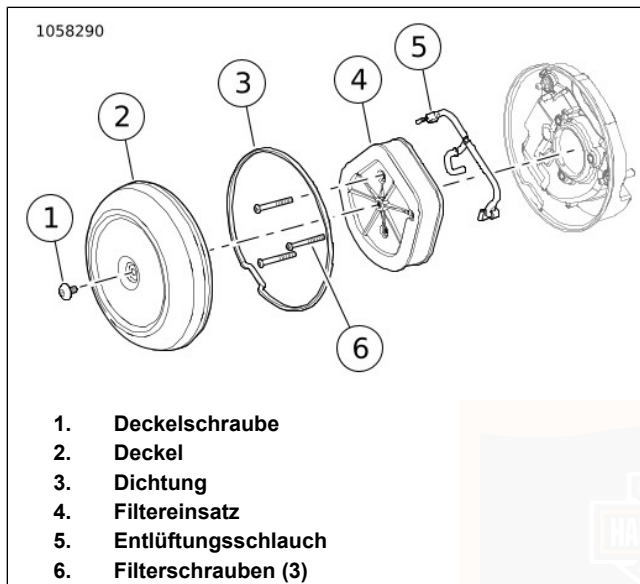
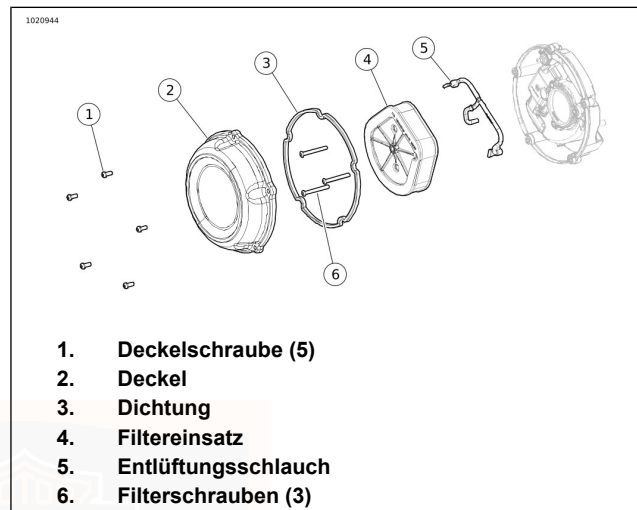

Abbildung 61. Luftfilter: Einzelne Schraube
Abbildung 62. Luftfilter: Fünf Schrauben
1. Siehe Abbildung 61 oder Abbildung 62. Den Luftfilterdeckel entfernen.
- a. Die Schrauben (1) entfernen.
- b. Die Abdeckung (2) entfernen.
- a. Die Schrauben (6) entfernen.
- b. Filtereinsatz (4) entfernen und dabei den Entlüftungsschlauch (5) aus dem Filtereinsatz ziehen.
3. Entlüftungsschlauch (5) von den Entlüftungsschrauben entfernen.
1. Siehe Abbildung 61 oder Abbildung 62. Den Luftfiltereinsatz anbringen.
- a. Den Entlüftungsschlauch (5) auf den Entlüftungsschrauben anbringen.
- b. Filtereinsatz (4) anbringen und dabei den Entlüftungsschlauch in den Filtereinsatz einführen.
- c. Die Schrauben (6) anbringen. Auf 5,4–8,1 N·m (48–72 **in-lbs**) anziehen.
2. Sicherstellen, dass die Gummidichtung (3) ordnungsgemäß angebracht und unbeschädigt ist. Bei Bedarf austauschen.
- a. LOCTITE 243 MEDIUM STRENGTH THREADLOCKER AND SEALANT (BLAU) (99642-97) auf die Schraubengewinde (1) auftragen.
- b. Die Abdeckung (2) anbringen.
4. Die Schraube (1) anbringen.
- b. **Abdeckung mit fünf Schrauben:** Schrauben (1) anbringen. Sternförmig anziehen auf 5,4–8,1 N·m (48–72 **in-lbs**).